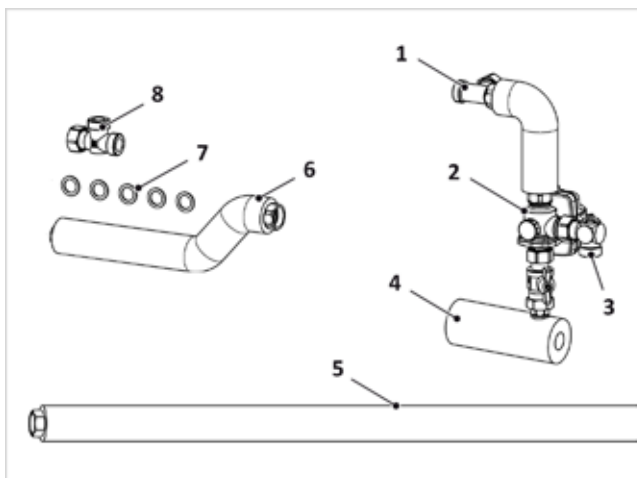
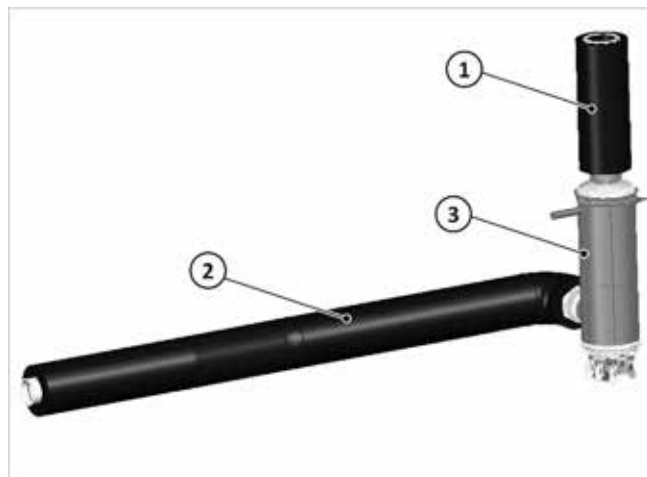

Fig. 12 : kit de montage vanne à 3 voies LM-WP
Fig. 17 : kit de conversion Max SL-7 (hydraulique)
la → fig. 17, p. 14 et envelopper la cartouche chauffante avec l'isolation auto-adhésive fournie.
En cas de combinaison du SolvisMax Solo avec SolvisLea Eco, la cartouche chauffante fournie en supplément dans le module de charge WP-SL doit être intégrée dans l'aller de la pompe de chaleur. Ce « kit de conversion Max-SL-7 » (➔ fig. 17) remplace ici le « tuyau de raccordement WP-VL », voir ➔ fig. 12 (5).
1. Procéder aux préparations du module de charge comme décrit dans le ➔ chap. « Préparation du module de charge PC et WP-SL », p. 12 et, ce faisant, remplacer le « tuyau de raccordement WP-VL », cf. ➔ fig. 12 (5) par celui de ce « kit de conversion Max-SL-7 » (➔ fig. 17).